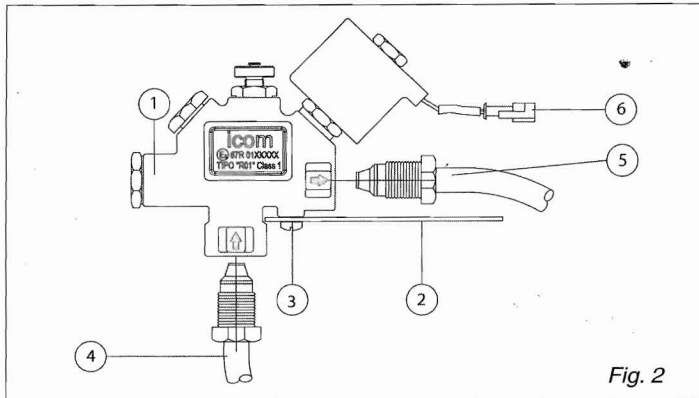

Fig. 2
- A** - Fissare tramite la staffa (2) e le due viti (3) il regolatore (1) sul telaio della vettura. In caso di regolatore con by-pass (Fig. 2), collegare il connettore dell'elettrovalvola (6)
- B** - Avvitare sul corpo (1) il tubo (4) da 3/16" munito di raccordo d'estremità proveniente dal common rail
- C** - Avvitare sul corpo (1) il tubo (5) da 3/16" munito di raccordo d'estremità diretto al serbatoio per GPL.
- A** - Fixer par la patte (2) et les deux vis (3) le régulateur (1) sur le chassis du véhicule. Pour le régulateur avec by-pass (Fig. 2), connecter le connecteur de l'électrovanne (6) au cablage.
- B** - Visser sur le corps (1) le tuyau (4) da 3/16" complet de raccords d'extrémité dérivant du common rail.
- C** - Visser sur le corps (1) le tuyau (5) da 3/16" complet de raccords d'extrémité destiné au réservoir pur le GPL
- A** - Using bracket (2) and two screws (3), fix regulator (1) on the chassis of vehicle. In case of regulator with by-pass (Fig. 2), connect the connector of the electrovalve (6) to the wiring
- B** - Screw 3/16" hose (4), equipped with extremity connectors from common rail, on the body (1).
- B** - Screw 3/16" hose (5), equipped with extremity connectors to LPG tank, on the body (1).